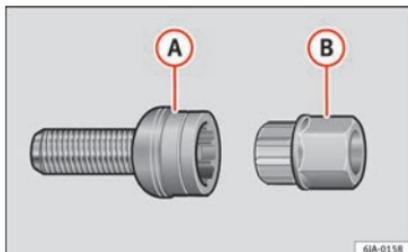

Fig. 62 Viti di sicurezza per ruote con adattatore.
- Inserire l'adattatore **(B)** » fig. 62 con il lato dentato fino al fermo nella dentatura interna della vite di sicurezza per ruote in modo tale che **(A)** fuoriesca solo l'esagono esterno.